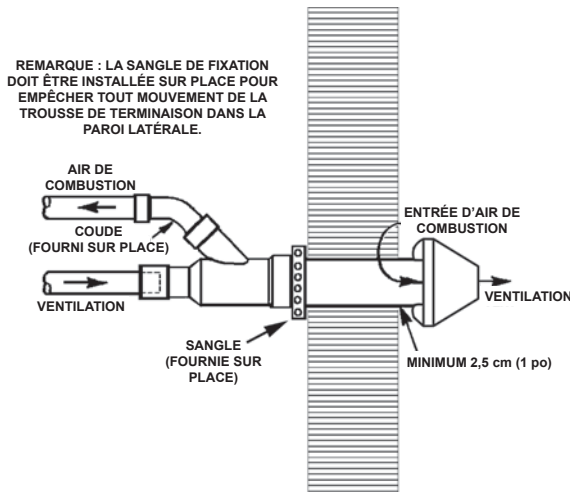

Figure 26
- S'assurer que la connexion en Y est orientée de sorte que le côté admission d'air du Y soit sur le dessus, voir Figure 26.
- Fixer l'ensemble à la structure tel qu'illustré dans la Figure 26 à l'aide du cerclage en métal fourni sur site ou de matériaux de support équivalents.
- Cimenter les tuyaux d'air de combustion et de ventilation du chauffe-eau à l'ensemble terminaison de ventilation concentrique. Voir Figure 26 pour une orientation et un raccordement de tuyau appropriés.